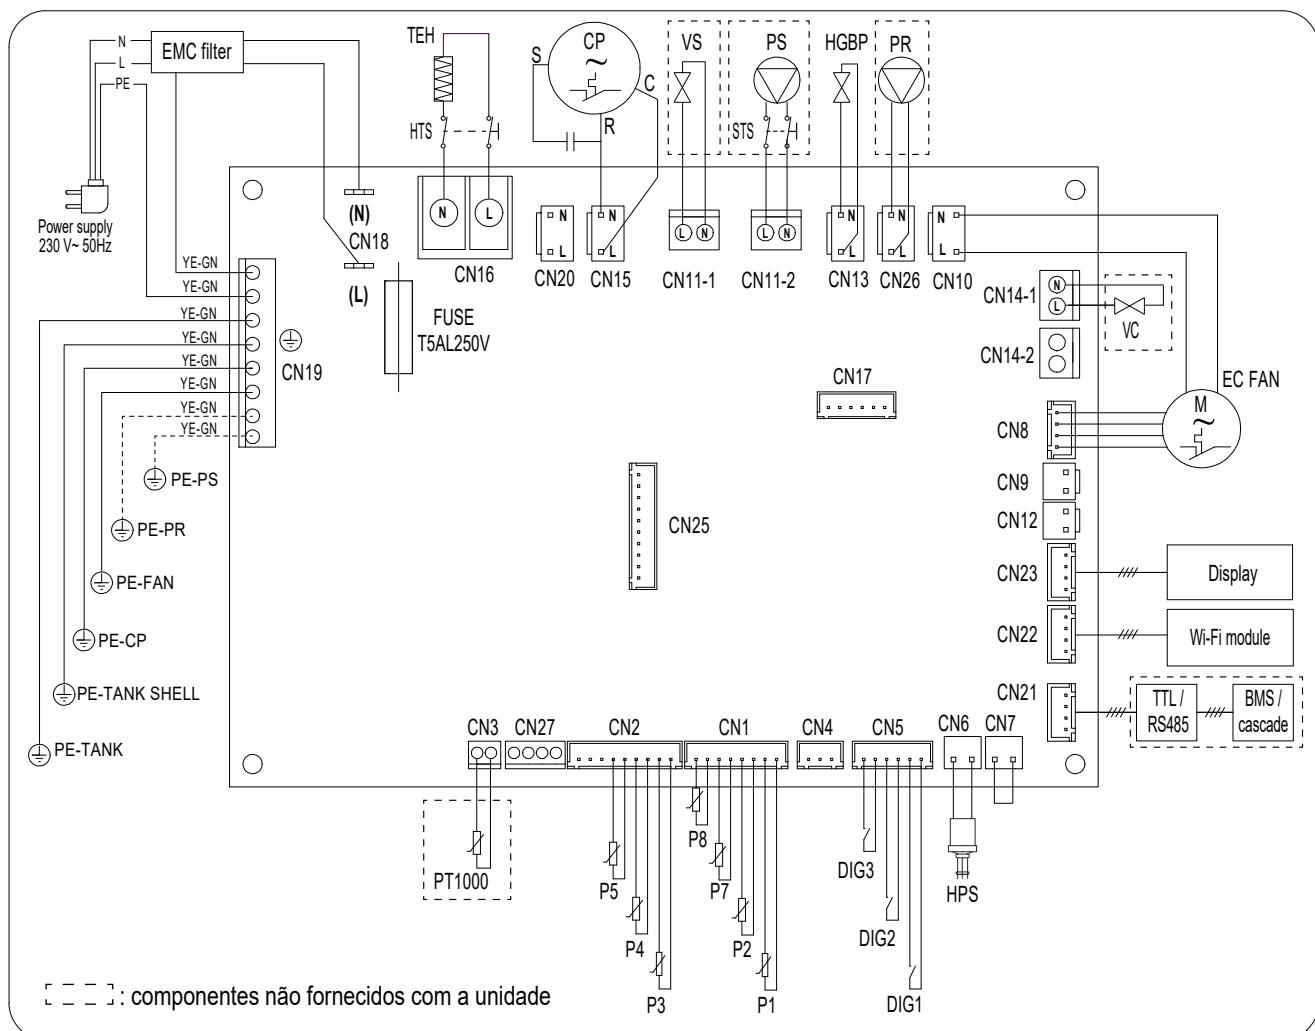

fig. 72 - Esquema elétrico do equipamento
- 1) A bomba de recirculação (part.16) deve ser ligada ao borne CN26 da placa principal master (ref. "fig. 72 - Esquema elétrico do equipamento" na página 123).
- 2) Instale uma válvula solenoide normalmente aberta (peça. 19) para cada unidade da cascata. A válvula deve ser ligada ao terminal CN14-1 (ref. "fig. 72 - Esquema elétrico do equipamento" na página 123) da placa mãe de cada unidade.